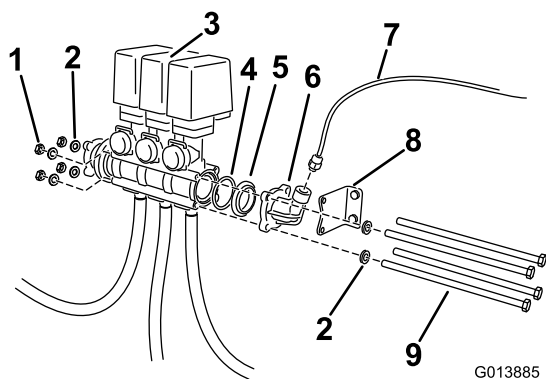

Figura 5
2. Togliete i bulloni lunghi e gli elementi di fissaggio che reggono il gruppo valvola (Figura 5).
4. Togliete il tappo con raccordo a gomito e il riduttore (Figura 5).